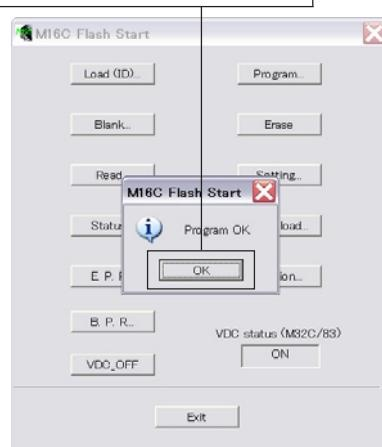

Fig. 5
11. When the program transmission is completed, the screen appears as shown below. (Fig. 5)
Click [OK] to end the procedure. (Fig. 5)
11. プログラムの送信が終了すると、下記の画面が表示されます。 (Fig. 5)
[OK] をクリックして完了します。 (Fig. 5)